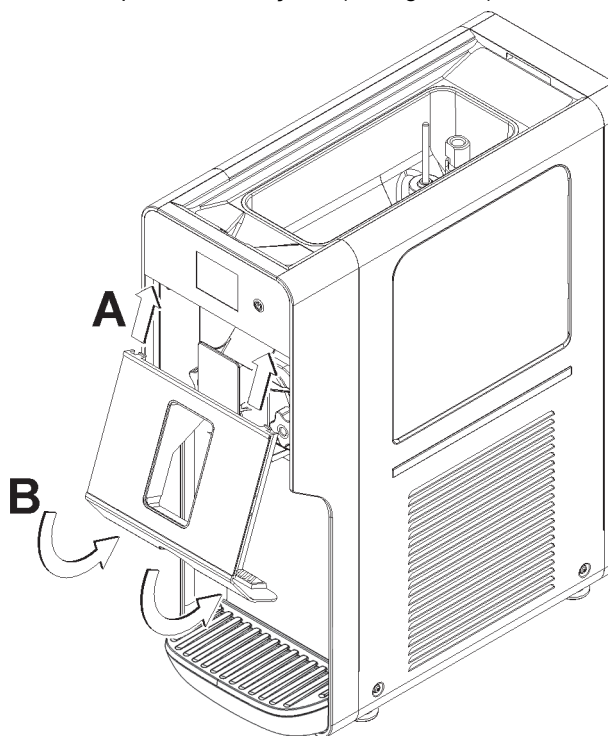

figure 26
- 5 Remonter le panneau de façade. (voir figure 26)